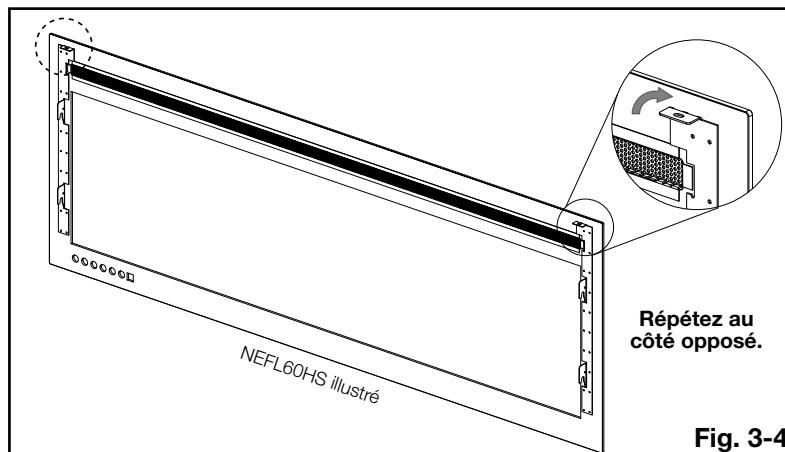

Fig. 3-4
- A.** Pliez les 2 onglets vers le haut sur le verre avant jusqu'à ce qu'ils soient plats (**Fig. 3-4**). Mettez de côté le verre avant.